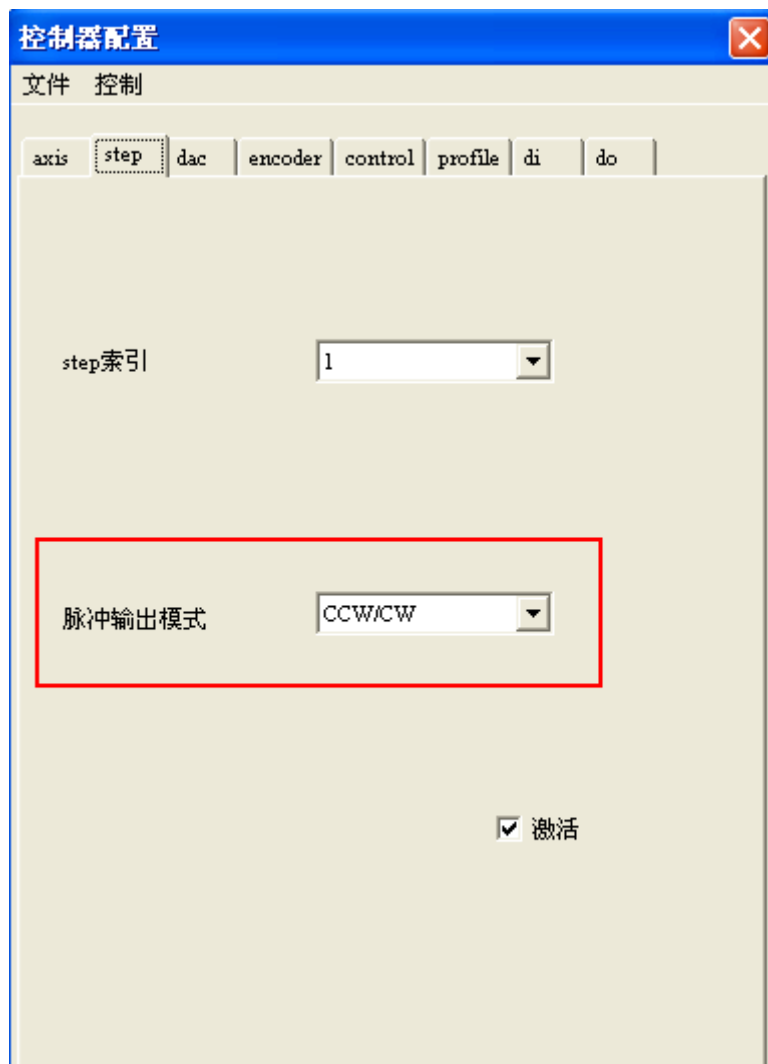

图 4-7 “正负脉冲”设置
- (4) 若驱动接收的是“正负脉冲”，则需要在“step索引”下拉框切换脉冲输入模式为“CCW/CW”，如图 4-7所示：